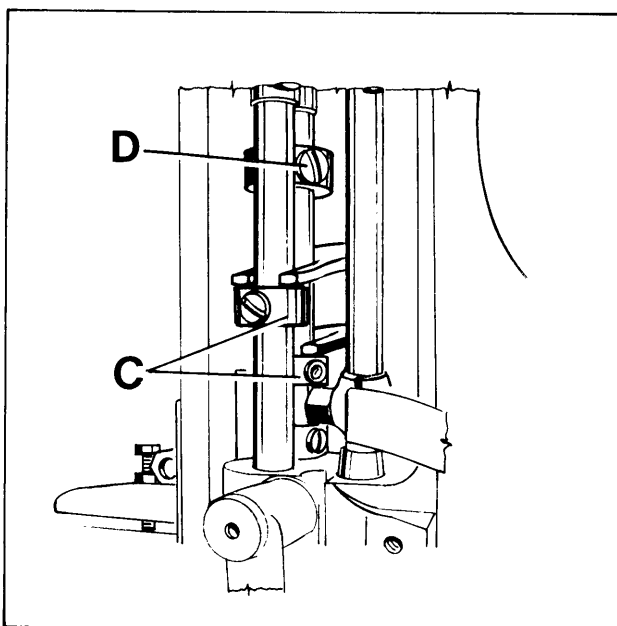

Fig. 23
By relocating the collars (C, Fig. 23) which serve as a leaf spring rest, on the left and right presser bar, the pressure can be changed. Raising the collars increases the pressure, lowering the collars decreases it.
Durch Verstellen der als Blattfederauflage dienenden Stellringe (C, Fig. 23) auf der linken und rechten Drückerfußstange kann der Druck verändert werden. Verstellen der Stellringe nach oben verstärkt, verstellen nach unten verringert den Druck.
The presser foot lift is limited with the upper stop collar (D, Fig. 23) on the right presser bar. When the needle is in its lowest position and the presser foot is lifted with the presser foot lifter lever, the needle holder should not contact the presser foot. Besides this, the lifted presser foot should not contact the right upper spreader or upper looper moving upwards. Set the stop collar (D) accordingly.
Der Hub des Drückerfußes wird mit dem Anschlag-Stellring (D, Fig. 23) oben auf der rechten Drückerfußstange begrenzt. Wenn die Nadel in der untersten Stellung ist und der Drückerfuß mit dem Drückerfuß-Lifterhebel angehoben wird, darf der Nadelhalter den Drückerfuß nicht berühren. Zudem darf der geliftete Drückerfuß den nach oben gehenden rechten oberen Blindgreifer oder Obergreifer nicht berühren. Stellen Sie den Anschlag-Stellring (D) entsprechend ein.